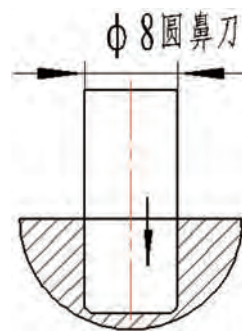

图 2
(1) 用 $\phi 8\text{R1}$ 的圆鼻刀开粗，铣削中间区域，直径方向留 0.2mm 精加工余量，如图 2 所示。